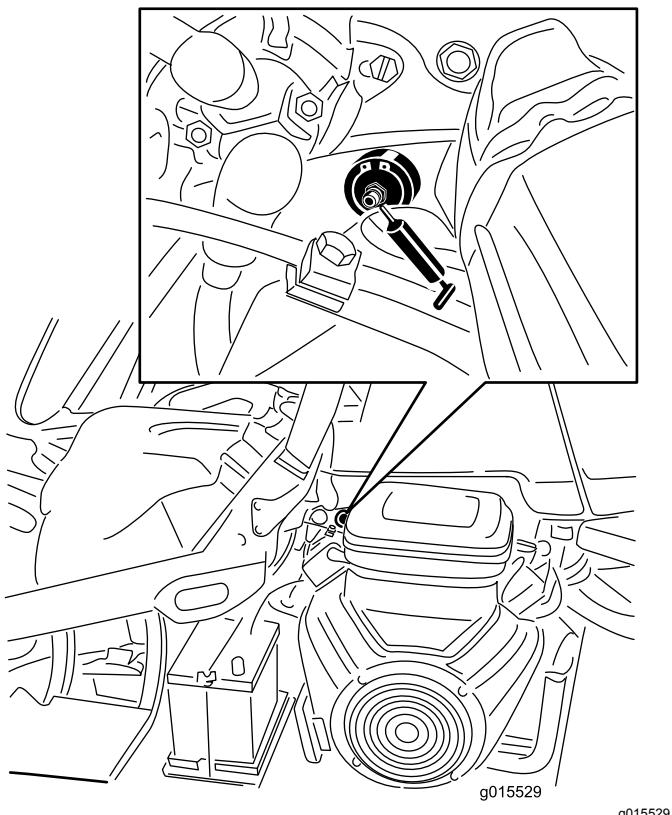

Рисунок 26
1. Во избежание попадания загрязнений в подшипник и втулку дочиста протрите все масленки (Рисунок 26).